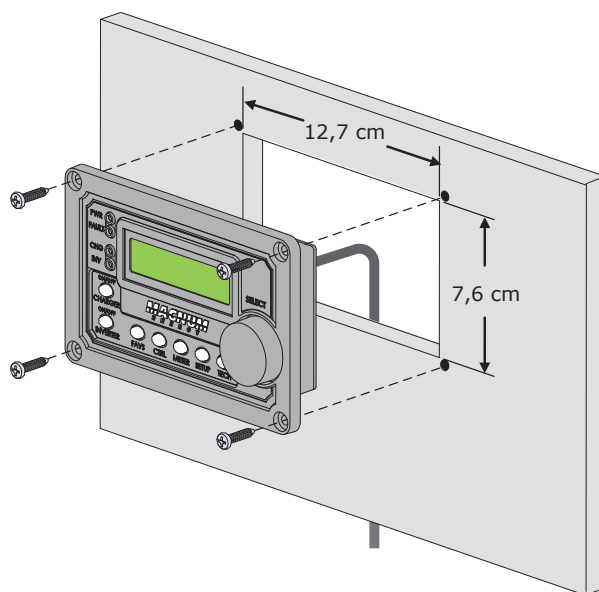

Ilustración 2-5, Montaje Empotrado del ME-ARC
1. Corte una abertura en la pared (Ilustración 2-5). Asegúrese de que no haya aberturas alrededor de la pantalla y de que exista material suficiente para fijar la unidad con los tornillos.